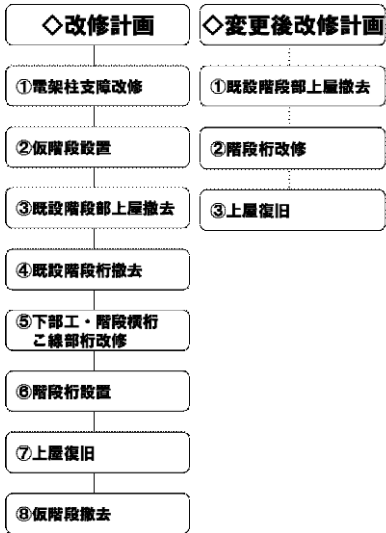

図4 施工計画フロー
従来、必要幅員確保のためには、図4に示すようにこ線橋上屋撤去後に桁を取り外し、横桁を縮小させて、桁・上屋を復旧する方法が用いられる。しかしながら、この改修方法では既設階段の旅客流動変更が必要となることから、既設階段の反対側に仮階段を設置しなければならない。また、横桁縮小には階段桁取り外し・下部工・こ線部の改修が必要となり、大規模なこ線橋の架け替えが生じるため、コストが大きく、工期は約3.6ヶ月を要する
改修計画の施工ステップは図4に示すように、こ線橋の架け替え・仮階段設置が省略されることから、①階段桁部上屋撤去、②階段桁切断、③上屋復旧となり、これに伴う工期は約1ヶ月程度と大幅な工期短縮となった。本工事は従来とは異なる施工方法を行うため、養生方法等の安全対策の準備を万全に行って施工する。